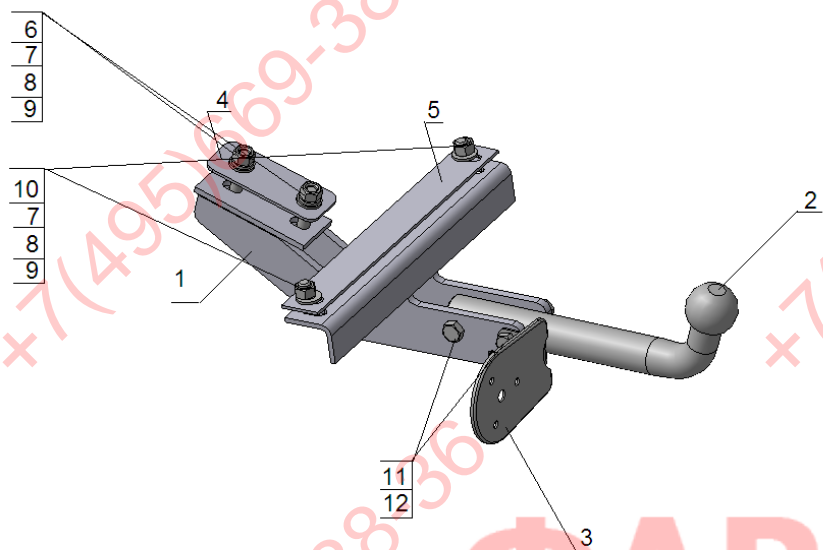

Рис.1
- в соответствии с рис.1 закрепить с помощью накладок (поз.4, поз.5) и болтов (поз.6, поз.10) ТСУ к днищу автомобиля;